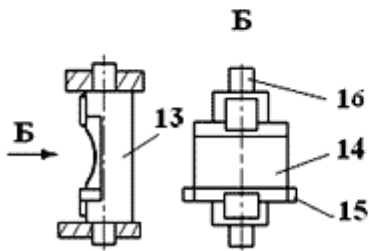

Рис. 3
- Упор 4 состоит из поворотной оси 13, в прямоугольных направляющих которой установлен ползун 14 с цилиндрическим ручьем для упора изгибаемой трубы. На торцах ползуну закреплены ограничительные планки 15, которые ограничивают перемещение ползуна 14 в направляющих оси 13. Цапфы 16 поворотной оси упора устанавливаются в отверстия нижней 3 и верхней 2 траверс трубогиба (рис.3).